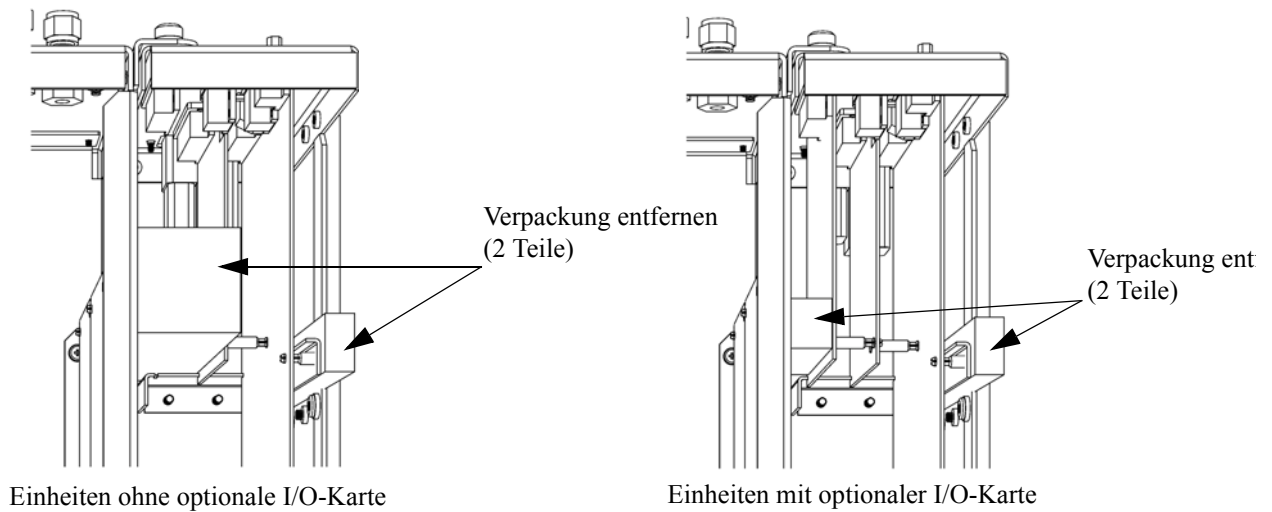

Abb. 2-1. Entfernen der Verpackung
3. Entfernen Sie das Verpackungsmaterial (Abbildung 2-1).